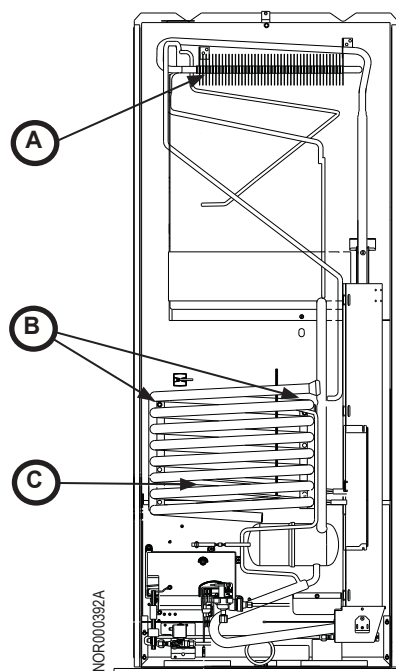

Fig. 10 - Vis de montage de l'unité de refroidissement
1. Enlevez les vis (1x ou 2x) retenant le condenseur (Fig. 10, A) en haut à l'arrière du réfrigérateur. Mettez-les de côté.
2. Enlevez les vis (Fig. 10, B) (2x) retenant le serpentín de l'absorbeur (Fig. 10, C) en bas à l'arrière du réfrigérateur. Mettez-les de côté.